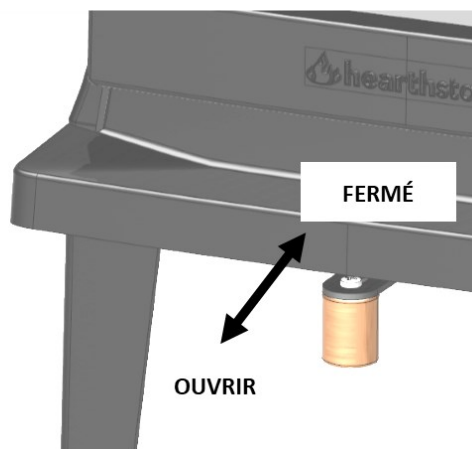

FIG. 5
La position intermédiaire est en général la meilleure mais elle dépend cependant de la qualité et du tirage de la cheminée installée et du type de combustible employé (bois durs ou tendres) (Fig. 5).
1. **Ouvrez complètement la ou les arrivées d'air de l'appareil. (Fig. 5)**